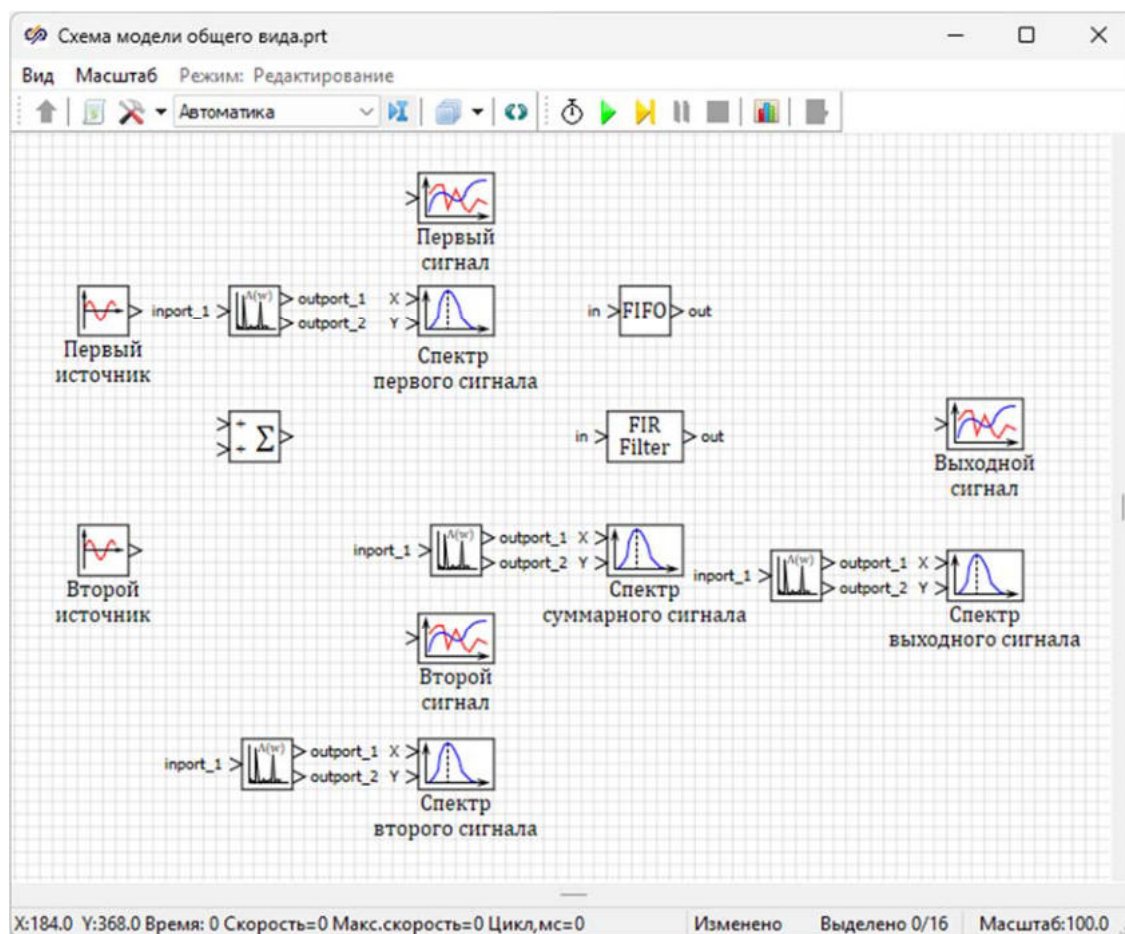

Рис. 31. Окно проекта с заданными подписями блоков.
3. Аналогичными действиями необходимо задать подписи остальным блокам согласно рисунку (Рисунок 31).